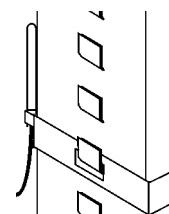

图 9-8. 传感器
4. 将数据记录传感器放在所需的位置，或使用提供的夹子固定。请参阅图 9-8（所示夹子在搁板柱上）